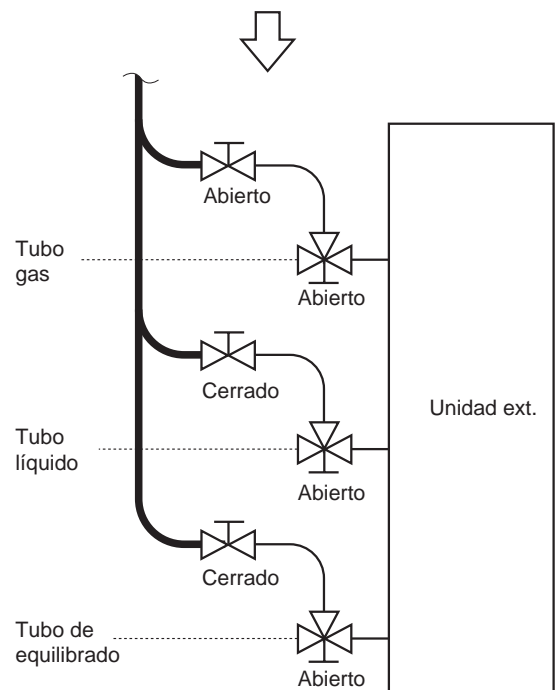

Fig. 8-6
- Si no puede cargar de una sola vez la cantidad de refrigerante suplementario, cargue el resto en forma líquida utilizando la válvula de servicio del tubo gas y haciendo funcionar el sistema en modo frío en el momento del test. (Fig. 8-6)